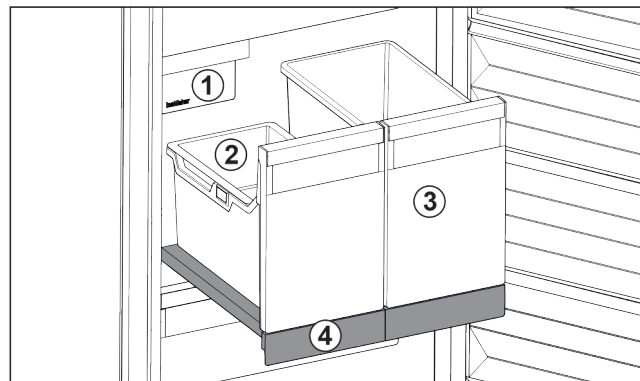

Fig. 22 Uitschuifplateau met IceTower
Op het uitschuifplateau bevinden zich twee hoge bakken (IceTower). In de bak Fig. 22 (2) worden ijsblokjes uit de IceMaker verzameld en bewaard. Bak Fig. 22 (3) is geschikt voor het bewaren van hoge levensmiddelen zoals pizza's of alcoholische dranken.